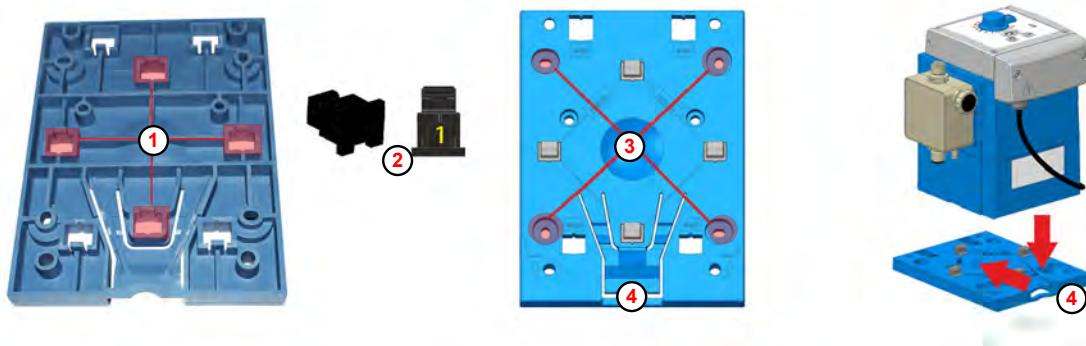

Fig. 4 : Préparatifs pour le montage sur table
① Orifice
② Élément de support
③ Trou à percer
④ Languette de retenue
*Sur la partie inférieure de la plaque de montage, les orifices pour le montage sur table (Fig. 4, ①) portent le numéro 1.*
*Pour le montage sur table, utiliser uniquement les éléments de support ② portant le numéro 1.*
2. ➤ Pousser les éléments de support ② par l'arrière dans les quatre orifices ① portant le chiffre 1 et les enclencher.
4. ➤ Utiliser la plaque de montage comme gabarit et marquer les trous de perçage souhaités ③ à l'aide d'un crayon pointu.